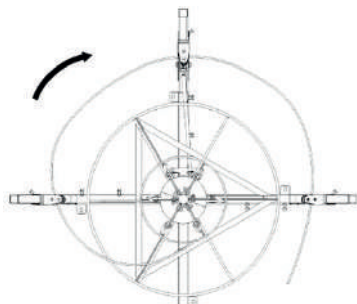

Рис. 9. Заведение арматуры по часовой стрелке
- на модели ВРК Буран-10 продеть арматуру через серёги на стационарных и подвижной стойках. Сначала арматура продевается через серёгу на стационарной стойке, затем – через серёгу на подвижной стойке, в конце – через серёгу на второй стационарной стойке. Прodeвать арматуру можно и по часовой стрелке, и против часовой стрелки (см. рис. 9 и 10).